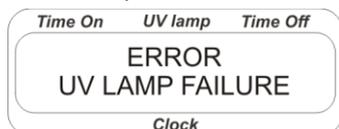

Fig. 6 Messaggio di guasto delle lampade UV
- 4.12. Se sul display compare la scritta **ERROR UV LAMP FAILURE** (Fig. 6), la lampada o le lampade non stanno funzionando. È necessario sostituire la lampada UV (seguire le istruzioni indicate nel paragrafo 6.7 Manutenzione tecnica)